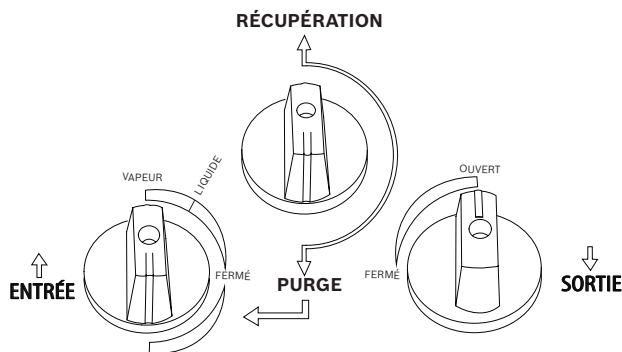

Fig.5: Position des vannes pour la purge du fluide frigorigère résiduel
4. Tourner la molette de récupération / purge (noire) du RG4.0 en position **PURGE** (pointant vers le bas), comme illustré à la Fig. 5.
5. Démarrer le RG4.0 et tourner lentement la vanne de régulation d'entrée (bleue) du RG4.0 en position **PURGE**, comme illustré à la Fig. 5.